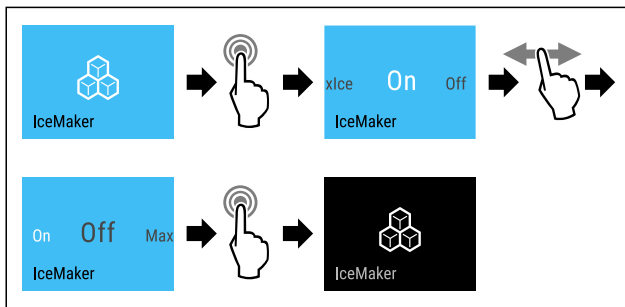

Fig. 20 Immagine a titolo di esempio con funzione attiva IceMaker
- Eseguire i passaggi (vedere Fig. 20) .